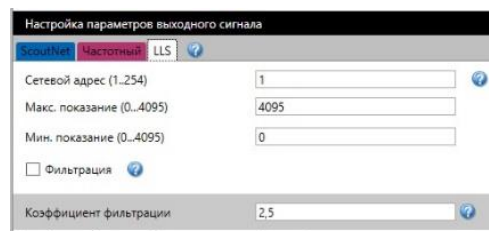

Рисунок 11
3. Настроить скорость обмена и сетевой номер в разделе «Настройка параметров выходного сигнала» во вкладке «LLS» (рисунок 11). Сетевой номер ДУТ и терминала должны совпадать.